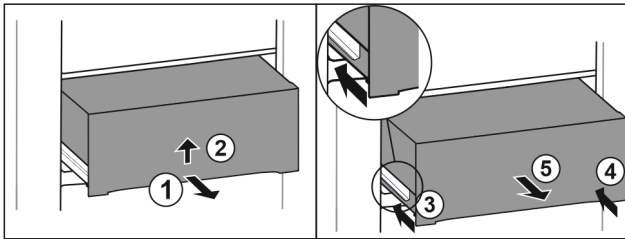

Fig. 41
- Lade er half uittrekken. Fig. 41 (1)
- Lade aan de onderkant optillen. Fig. 41 (2)
- Linker rail erin schuiven. Fig. 41 (3)
- Rechter rail erin schuiven. Fig. 41 (4)
- Lade naar voren toe verwijderen. Fig. 41 (5)